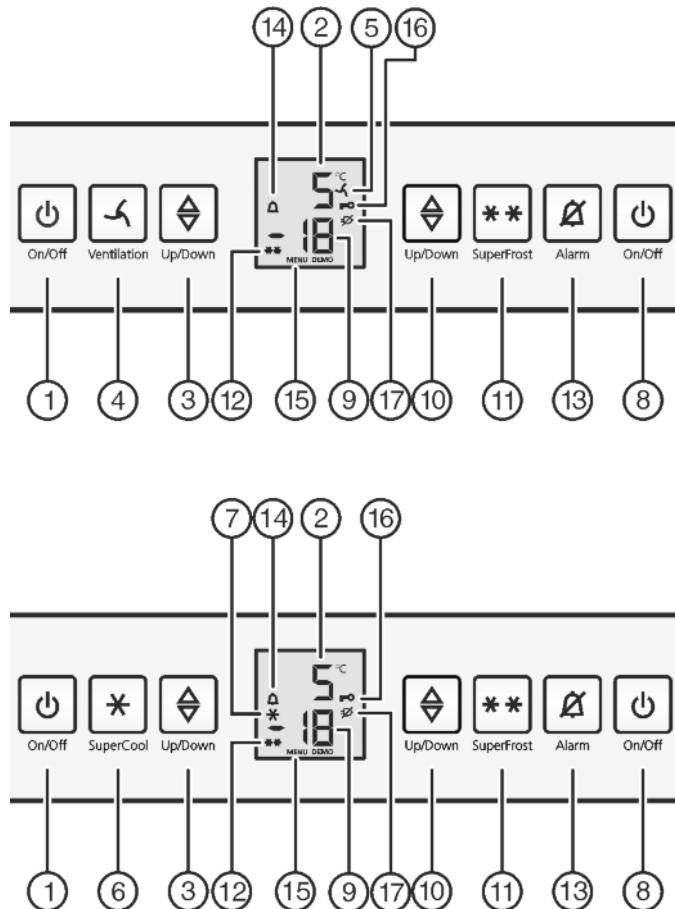

Fig. 2
- Нажмите кнопку On/Off морозильного отделения Fig. 2 (8).
- Нажмите кнопку On/Off холодильного отделения Fig. 2 (1).
- Активация режима настройки: Нажмите кнопку SuperFrost Fig. 2 (11) и удерживайте ее прим. 5 секунд.
- ▷ На индикаторе будет отображаться символ «Меню» Fig. 2 (15).
- ▶ Для подтверждения нажать и отпустить кнопку «SuperFrost» Fig. 2 (11).
- ▷ На индикаторе горит символ «Защита от детей» Fig. 2 (16).
▶ Нажмите и сразу отпустите кнопку On/Off морозильного отделения Fig. 2 (8).
- ▶ Активация режима настройки: Нажмите кнопку SuperFrost Fig. 2 (11) и удерживайте ее прим. 5 секунд.
- ▷ Символ «Защита от детей» Fig. 2 (16) гаснет.
Одновременно мигает индикация температуры и символ тревоги Fig. 2 (14).
Звуковой сигнал выключается автоматически, символ аварийного сигнала Fig. 2 (14) выключается и индикатор температуры перестает мигать, если температура снова становится достаточно низкой.
- ▶ Нажмите кнопку Alarm Fig. 2 (13).